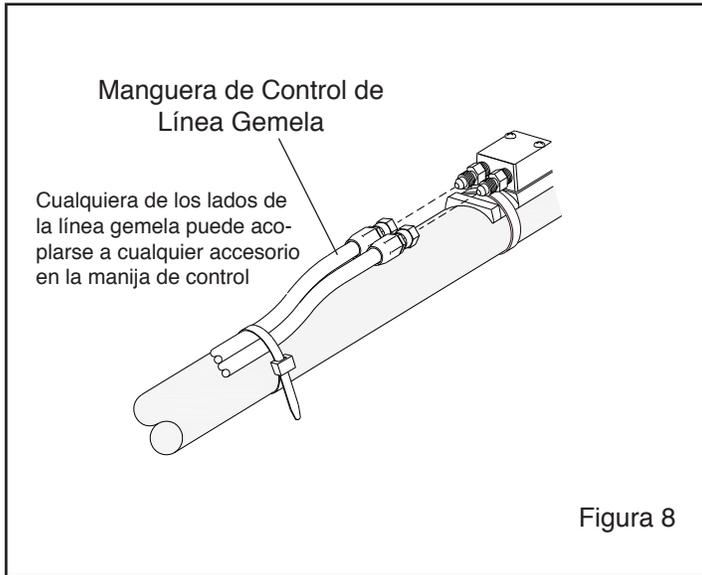

Figura 8
2.6.3 Conecte la manguera doble de 50 pies a los dos conectores que se encuentran en el mango de control, como se indica en la Figura 8. Cualquier lado de la manguera puede ser conectado a cualquiera de los conectores. Cuando se esté usando la opción del ACS, conecte la manguera sencilla identificada en la Figura 2,7